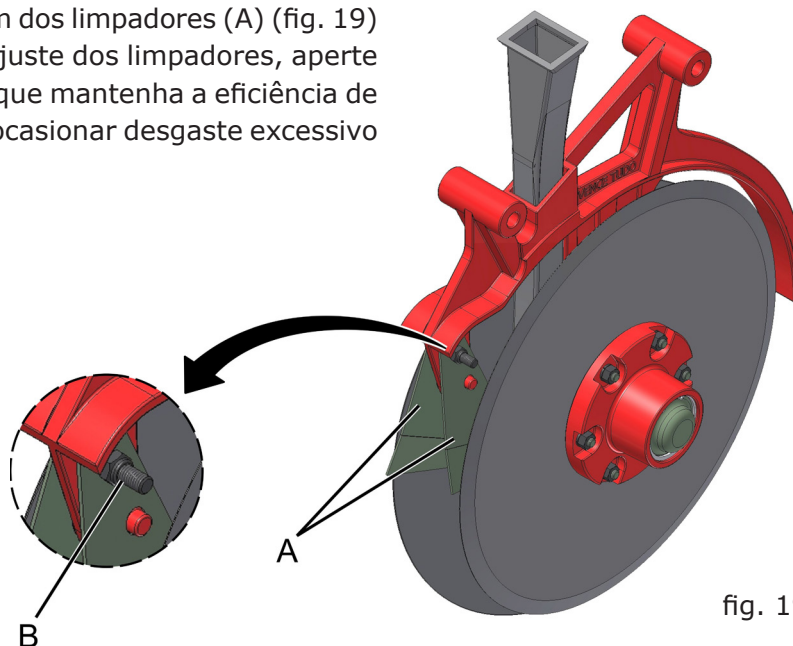

fig. 19
Realize periodicamente a regulagem dos limpadores (A) (fig. 19) dos discos duplos defasados. Para fazer o ajuste dos limpadores, aperte o parafuso e porca (B). Ajuste de tal forma que mantenha a eficiência de limpeza. Não aperte em demasia para não ocasionar desgaste excessivo nos limpadores (A).